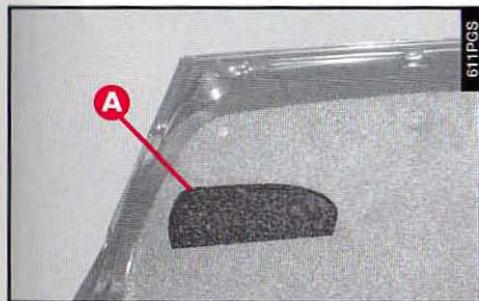
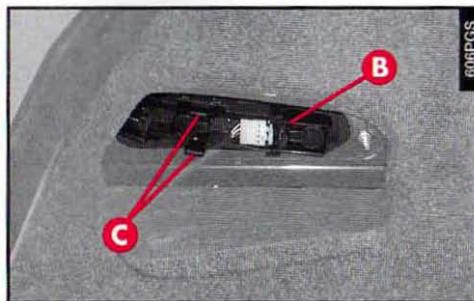

fig. 58
fig. 59
– Abaisser le guichet (**A-fig. 58**) du revêtement du coffre à bagages en correspondance du feu intéressé et sortir le groupe porte-lampe (**B-fig. 59**) en agissant sur les languettes de retenue (**C-fig. 59**).
– Remettre le groupe porte-lampes en le fixant correctement en position à l'aide des languettes de retenue (**C-fig. 59**).